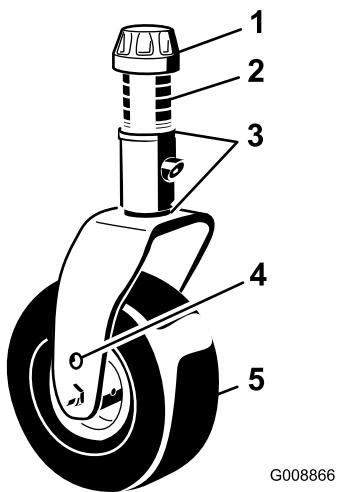
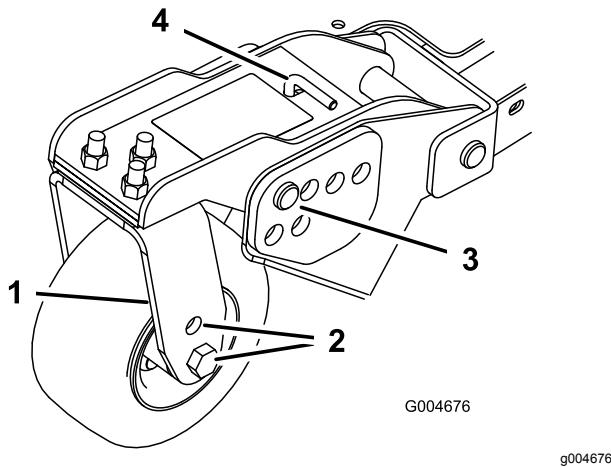
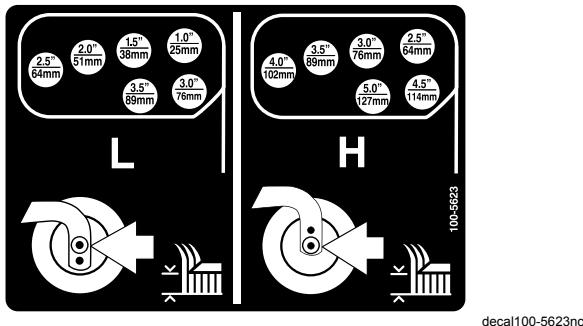

Figure 25
Figure 27
Figure 28
1. Placez les essieux des roues pivotantes dans les mêmes trous sur toutes les fourches (Figure 25 et Figure 27).
2. Enlevez le chapeau de tension de l'axe de pivot et sortez l'axe du bras de la roue pivotante (Figure 25).
6. Enlevez la goupille fendue et les axes de chape des bras pivotants (Figure 27).
7. Tournez la tige de tension pour éléver ou abaisser le bras de pivot jusqu'à ce que les trous soient en face de ceux du support de hauteur de coupe sélectionnés dans le cadre du plateau de coupe (Figure 27 et Figure 28).